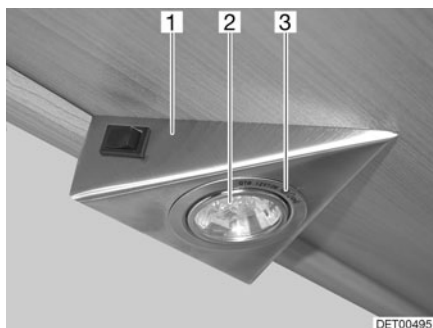

Fig. 183 Lámpara halógena empotrada
La lámpara halógena empotrada está instalada hundida en una carcasa (Fig. 183,1).
- Soltar el anillo de cubierta interior (Fig. 183,3) de la carcasa con un desatornillador.
- Extraer la bombilla halógena (Fig. 183,2).